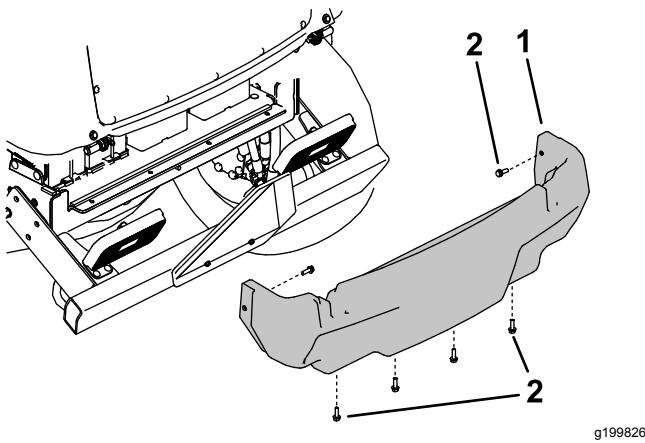

Рисунок 109
5. Выверните 6 фланцевых винтов крепления заднего кожуха к раме и снимите задний кожух (Рисунок 109).
- Установите задний кожух (Рисунок 109).